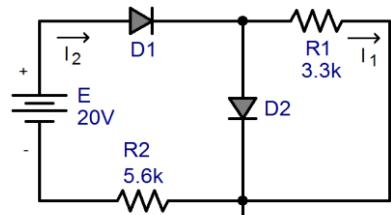

Figura 1.70 – Exemplo de circuito misto.
**EF 8** – Determine as correntes  $I_1$ ,  $I_2$  e  $I_{D2}$  para o circuito misto apresentado na Figura 1.70. Considere os diodos de silício ( $V_F = V_T = 0,7 \text{ V}$ ).